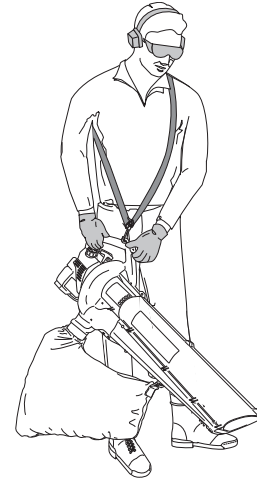

Fig. 8
5. Passare l'imbracatura sopra la testa e appoggiarla sulla spalla (Fig. 8).
6. Mettersi in posizione di lavoro (Fig. 8) regolare la lunghezza dell'imbracatura in funzione della propria taglia.